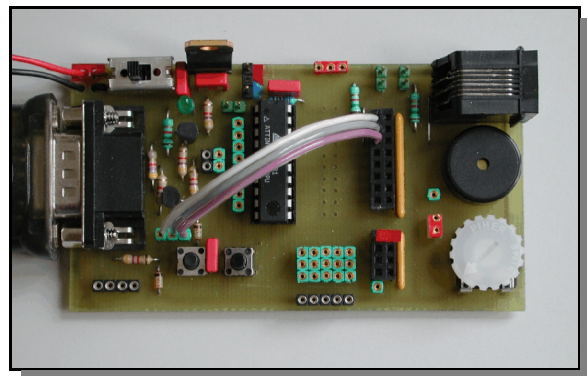

Abbildung 3
4. SCK mit PortB.7, MISO mit PortB.6 und MOSI mit PortB.5 über Patchkabel verbinden (Abb. 3)